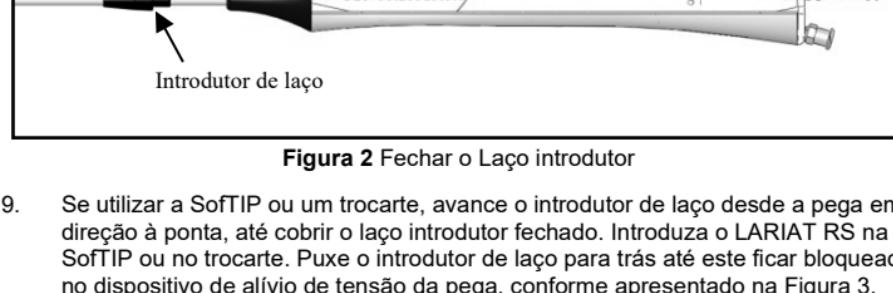

Figura 2 Fechar o Laço introduutor
8. Feche o Laço introdutor LARIAT RS deslizando o comando deslizante de ativação do laço situado na parte superior da pega, conforme apresentado na Figura 2. Retraia até o comando deslizante de ativação do laço parar, conforme indicado pelo símbolo "''' ou até sentir resistência.